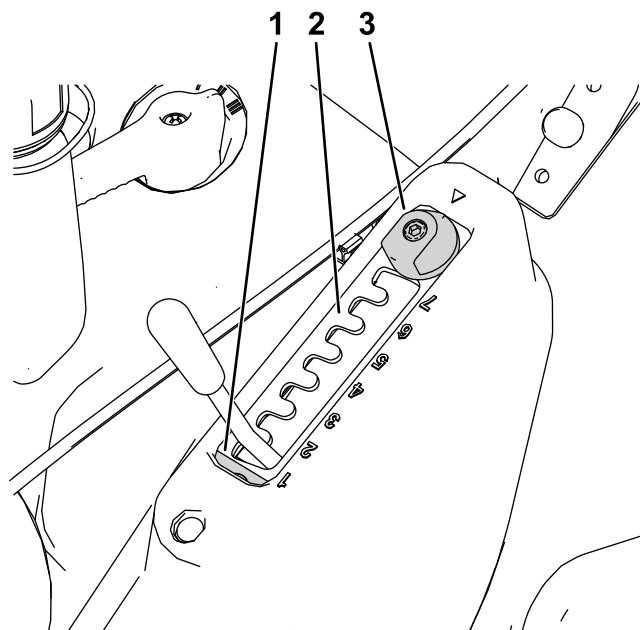
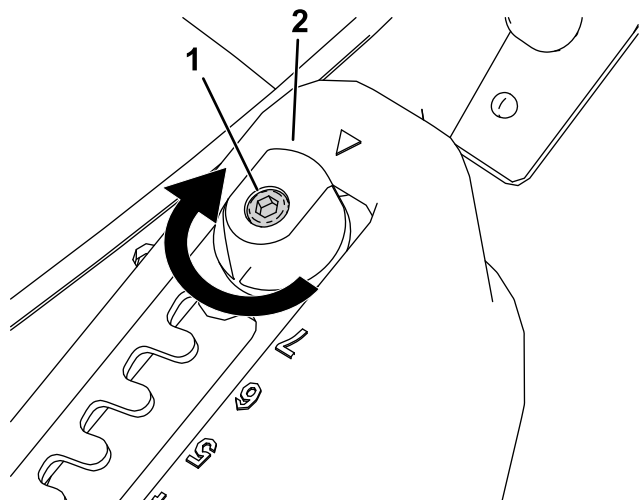

Рисунок 13
Рисунок 12
- Ослабьте крепежный болт планки выбора с помощью шестигранного ключа (Рисунок 12).
- Поверните регулятор Matchcut на 180° (Рисунок 12 и Рисунок 13).